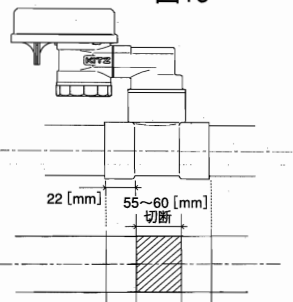

図20
- 4) 既設排水管への接続は、チーズの差込みしろ (22 [mm] 程度) を十分に確保し、切断してください。(切断長さ: 55～60 [mm] 程度) (図20)